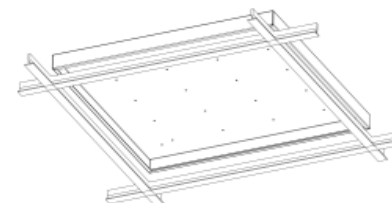

Рис.1
- 4.1 Тип крепления: универсальное (встраиваемый и накладной монтаж) (Рис.1);
- 6.4 Произвести монтаж светильника как показано на рис. 1;